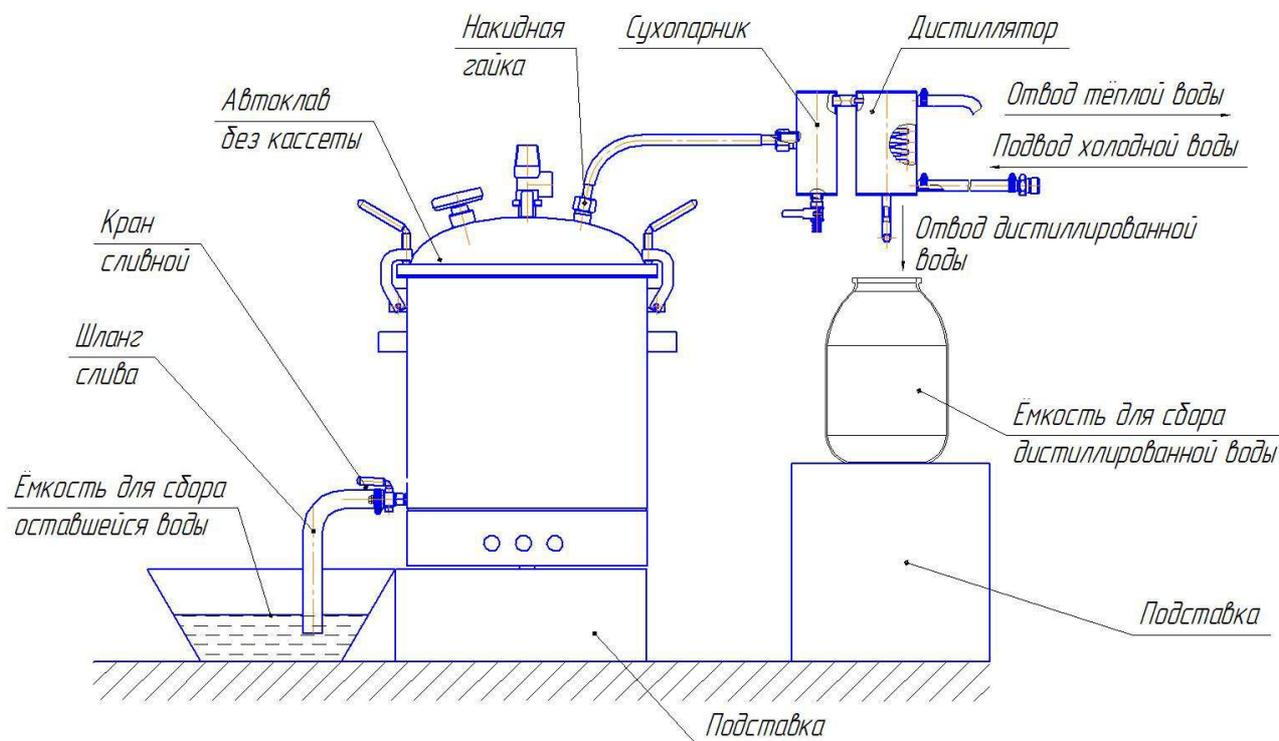

Рисунок 4 - Автоклав в сборе с дистиллятором.
4.6. Собрать дистиллятор (рис. 4), при помощи накидной гайки соединить его с автоклавом, предварительно вывернув манометр 16 (рис. 1). Соединить дистиллятор трубкой с краном, а второй трубкой со сливом (раковина, ванна и т.п.) Проверить плотность всех соединений трубок и крышки автоклава.
4.11. При появлении пара из конца отводящей трубки открыть водопроводный кран и заполнить рубашку конденсатора водой до выхода её из сливной трубки (рис. 4).